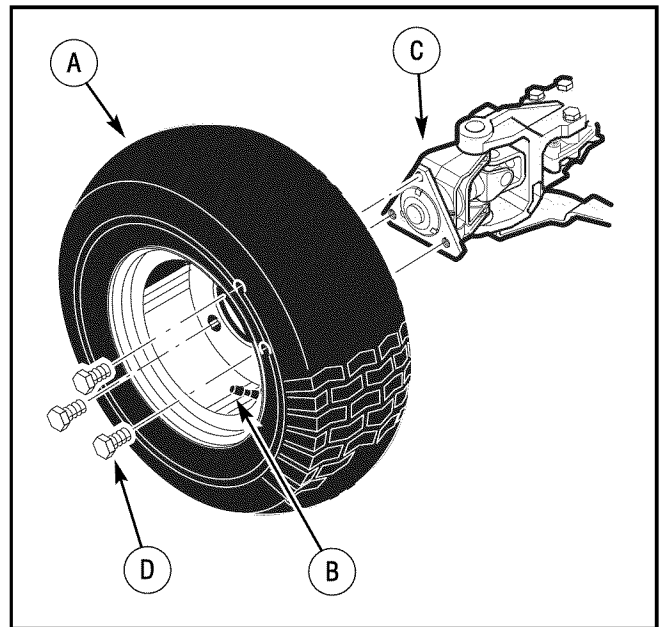

Figura 40: Montaje de la rueda trasera
1. Cerciórese de que el **vástago de la válvula** esté en la parte exterior del tractor. Monte la **rueda trasera** en el **conjunto del cubo** con los tres **pernos** tal y como se muestra en la Figura 40.